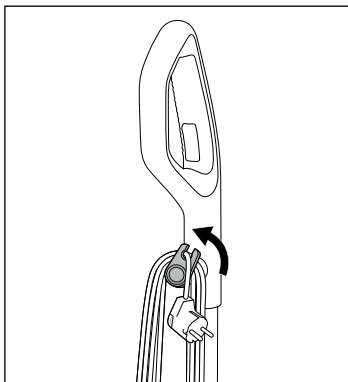

Fig. 43
- For at frigøre produktet fra parkeringspositionen skal du fiksere produktets foddel ③ med en fod, hvorefter du flytter hånddelen ① bagud.
- ♦ Træk den øverste ledningsholder ⑩ lidt ud, og drej den samtidig opad (se fig. 43).